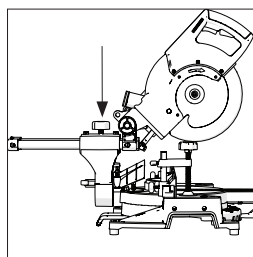

Fig. 24
- Serrer la vis de verrouillage du chariot. (Fig. 24)